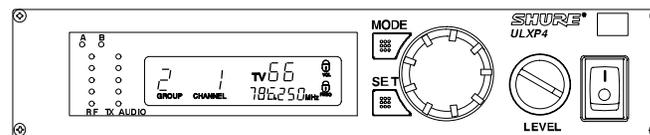

FIGURA 45
3. Per attivare le icone lampeggianti di bloccaggio, premete il pulsante SET. Il display ritorna alla modalità predefinita e l'icona di bloccaggio appare su tutti gli schermi del display. (vedi Figura 45).